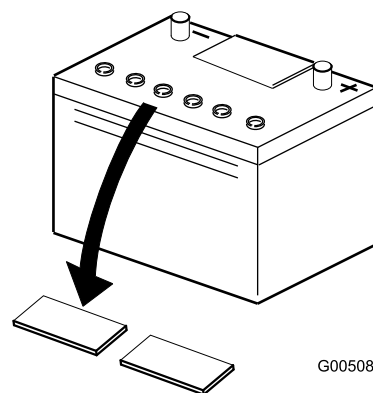

Figura 7
2. Limpe a parte superior da bateria e retire as proteções das aberturas de ventilação (Figura 7).